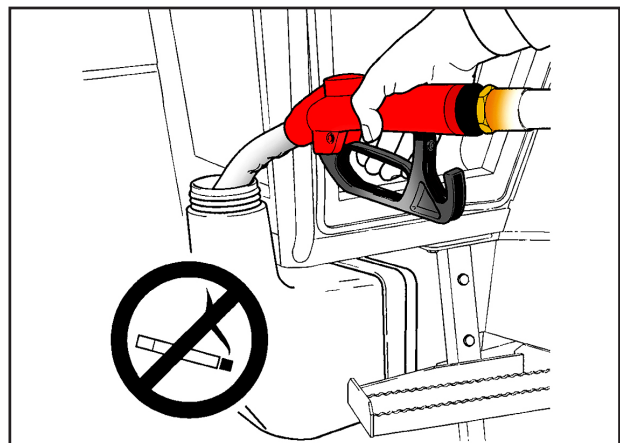

Рис. 8
- НЕ курите во время заправки. Не допускайте нахождения рядом источников огня (рис. 8).